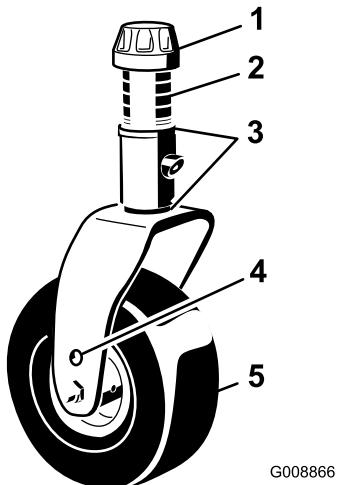
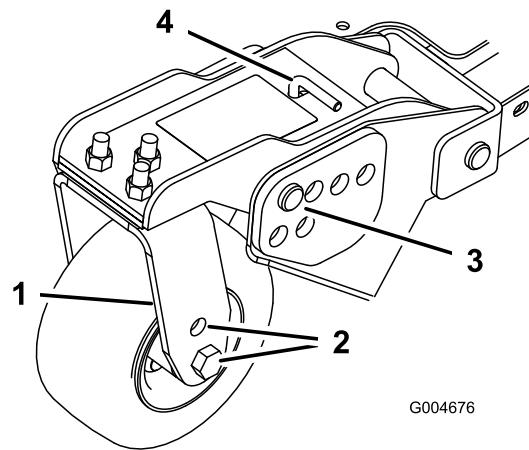
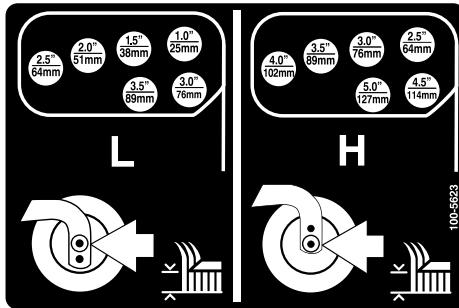

Figure 21
Figure 23
Figure 24
1. Placez les essieux des roues pivotantes dans les mêmes trous sur toutes les fourches (Figure 21 et Figure 23).
2. Enlevez le chapeau de tension de l'axe de pivot et sortez l'axe du bras de la roue pivotante (Figure 21).
5. Enlevez la goupille fendue et les axes de chape des bras de pivot (Figure 23).
6. Tournez la tige de tension pour éléver ou abaisser le bras de pivot jusqu'à ce que les trous soient en face de ceux du support de hauteur de coupe sélectionnés dans le cadre du plateau de coupe (Figure 23 et Figure 24).